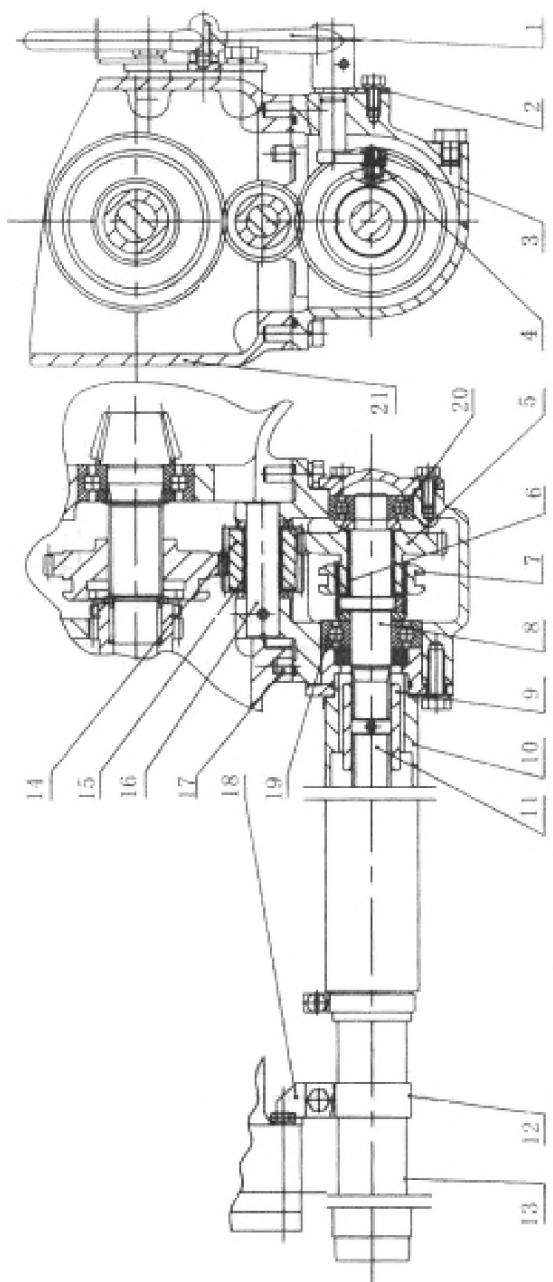

Рисунок 5-1. Раздаточная коробка.
Раздаточная коробка является трансмиссионным механизмом без специального оборудования (смотрите рисунок 5-1). Она прикреплена под коробку передач болтами и точно размещена под картером коробки передач при помощи позиционного штифта (17). Промежуточная шестерня (14) поддерживается на промежуточном вале (16) игольчатым подшипником К 202417 (15). Промежуточная шестерня приводится в движение ведомой шестерней повышенной и пониженной передачи на выходном вале и постоянно зацепляется с ведомой шестерней (5). Ведомая шестерня поддерживается на выходном вале (8) игольчатым подшипником К 252917 (6) и не поворачивается вместе с валом. Выходной вал поддерживается на картере раздаточной коробки (21) подшипником 6305 (19) и подшипником 6304 (20). Левая сторона ведомой шестерни имеет шлицы. Кулакковая муфта (7) может двигаться влево и вправо по шлицам. Передний конец шлица выходного вала соединен с ведущим валом (11) при помощи шлицевого соединения (9). Ведущий вал имеет защиту (13) во избежание наматывания травы и попадания почвы. Защита поддерживается опорой (18), прикрепленной к картеру сцепления.